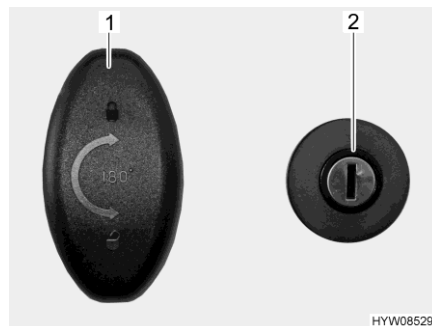

Fig. 55 Serrure de la porte (porte du garage)
- Insérer la clé dans le barillet (Fig. 55,2) et la tourner dans le sens des aiguilles d'une montre. Le verrouillage centralisé est alors déverrouillé.
- Tourner la poignée de la serrure (Fig. 55,1) d'un demi-tour dans le sens des aiguilles d'une montre et ouvrir la porte du garage.
- Tourner la poignée de la serrure (Fig. 55,1) d'un demi-tour dans le sens inverse des aiguilles d'une montre.
- Insérer la clé dans le barillet (Fig. 55,2) et la tourner dans le sens inverse des aiguilles d'une montre. Le verrouillage centralisé est alors verrouillé.